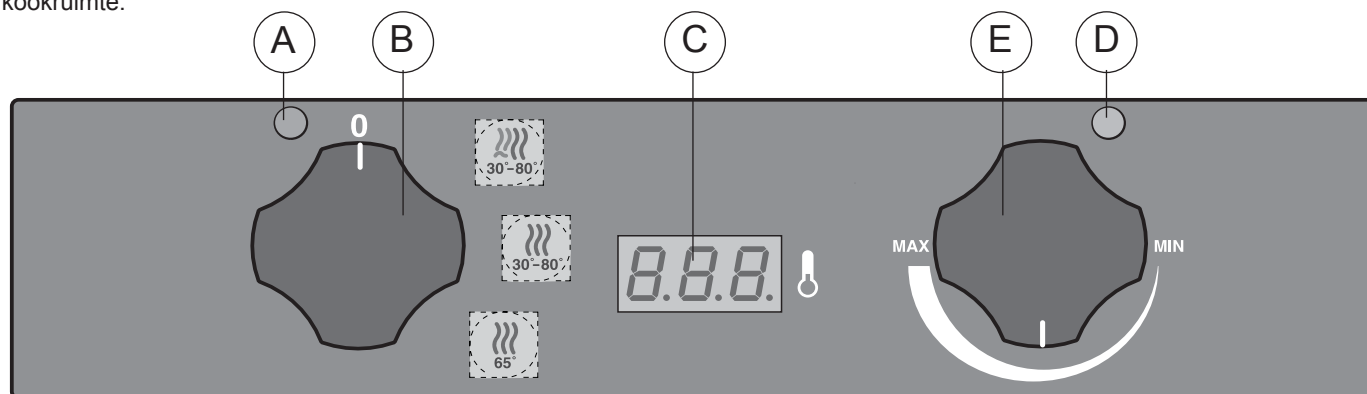

Fig. 4
- 30 - 80 °C in de voorverwarmingsfase of het rijzen van etenswaar, met of zonder bevochtiging van de ruimte. Geregeld door de thermostaat "E" en worden door de warmteregelaar "C" (fig. 4).
3. HET INSCHAKELEN (fig. 4)
3.1 OMSCHRIJVING BEDIENINGSPANEEL (fig. 4)
3.2 HET INSCHAKELEN (fig. 4)
4.1 "VERWARMINGSCYCLUS MET BEVOCHTING" POSITIE "1" (fig. 4)
4.2 "DROGE VERWARMINGSCYCLUS" POSITIE "2" (Fig. 4)
4.3 "HANDHAVINGSCYCLUS" POSITIE "3" (Fig. 4)